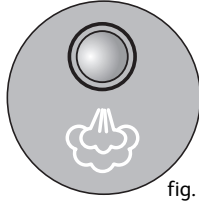

fig. 6
- La chaudière chauffe : le voyant vert situé sur le tableau de bord clignote - **fig.6**. Quand le voyant vert reste allumé (après 2 minutes environ), la vapeur est prête.